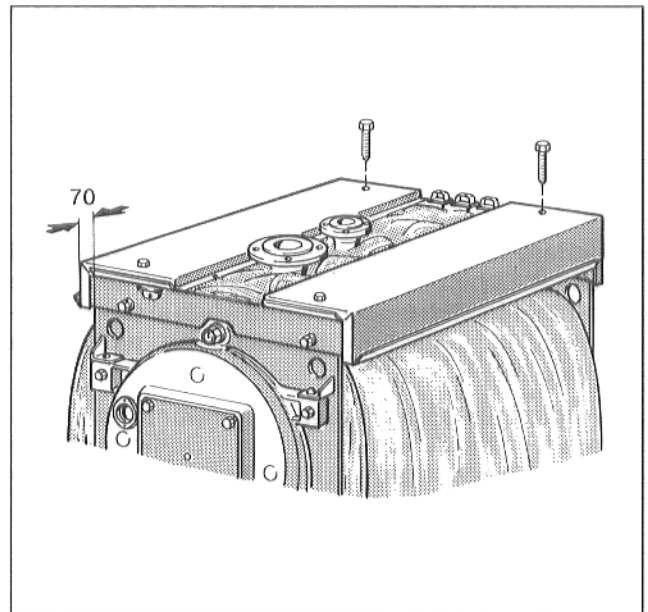

Abb. 11
- Rechte und linke Kesselhaube so auf vordere und hintere Traverse legen, daß vorne ein Überstand zur Traverse von ca. 70 mm entsteht (Abb. 11).
- Jede Kesselhaube mit 2 Sechskantschrauben in vordere und hintere Traverse anschrauben (Abb. 11).